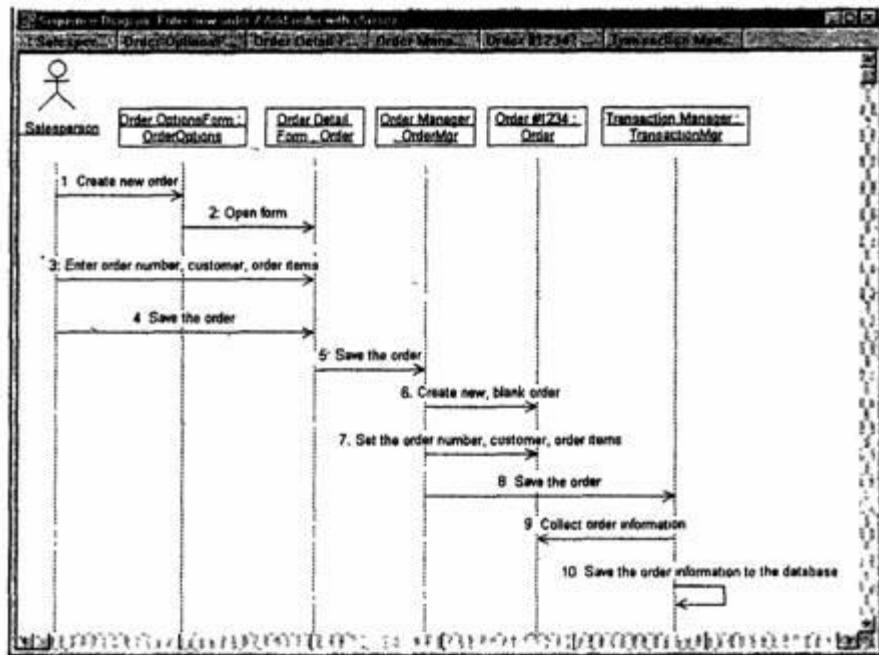

Рис. 4. Диаграмма Последовательности с именами классов
- По завершении этих действий ваша диаграмма должна иметь вид, представленный на рис. 4.